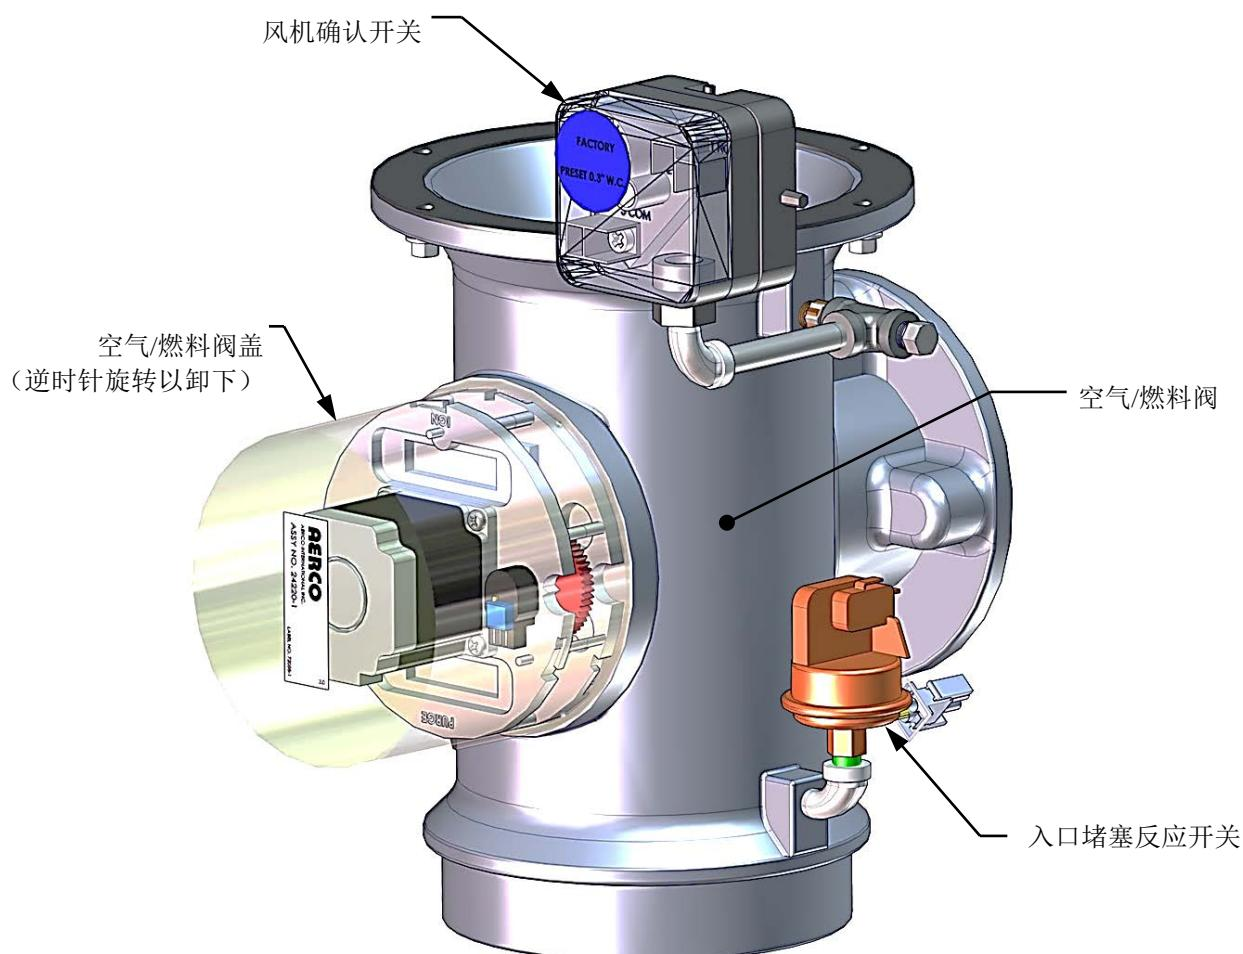

图 6-7：空气/燃料阀盖位置
3. 逆时针旋转空气/燃料阀盖将其解扣并取下（参见图 6-7）。
3. 逆时针旋转空气/燃料阀盖 (图 6-7) 将其解扣，然后提起卸下。